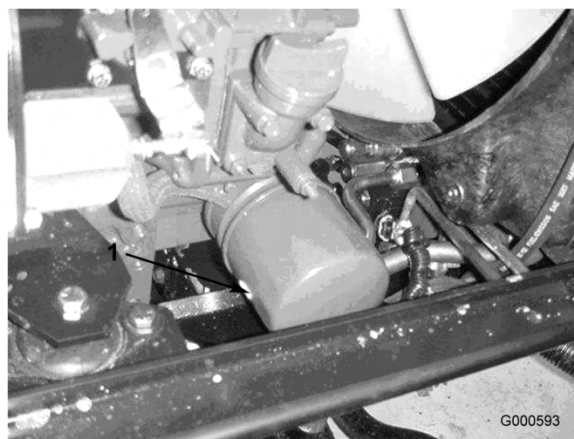

図 33
- オイルフィルタ（図 33）を外す。新しいフィルタのシールに薄くエンジン・オイルを塗って取り付ける。締めすぎないように注意すること。